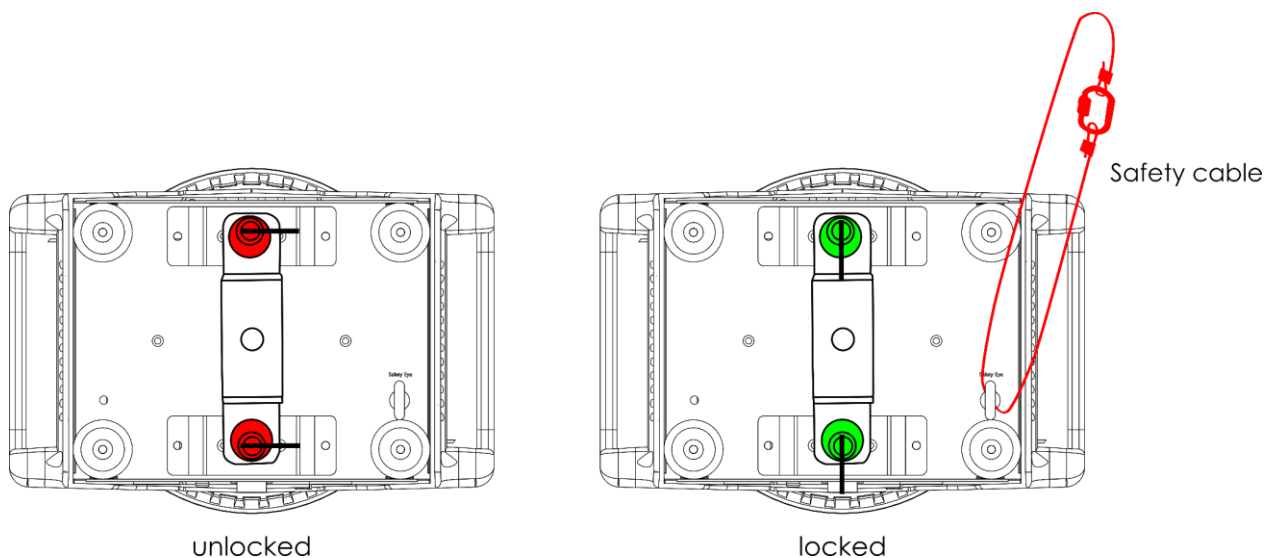

Abb. 10
- 02) Befestigen Sie die mit dem Gerät gelieferte Quick-Lock-Halterung an den **dafür vorgesehenen Befestigungslöchern (11)**, wie in Abb. 10 gezeigt.
- 04) Sichern Sie das Gerät mit einer Sekundäraufhängung, zum Beispiel einem Sicherheitsseil. Achten Sie darauf, dass die Sekundäraufhängung das 10-fache Gewicht des Geräts tragen kann. Wenn möglich, sollte die Sekundäraufhängung an einer von der Primäraufhängung unabhängigen tragenden Struktur befestigt werden. Führen Sie das Sicherheitsseil wie in Abb. 10 gezeigt durch die Sicherungsöse.